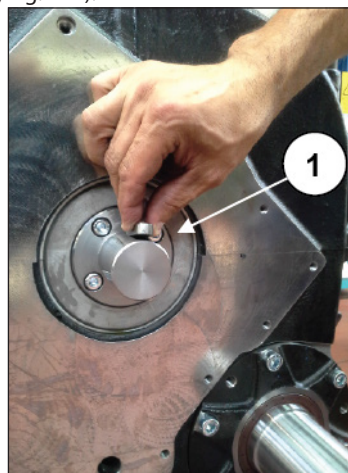

Fig. 124
Insérez la languette sur la tige de commande de la pompe à huile (rep. ①, Fig. 124).